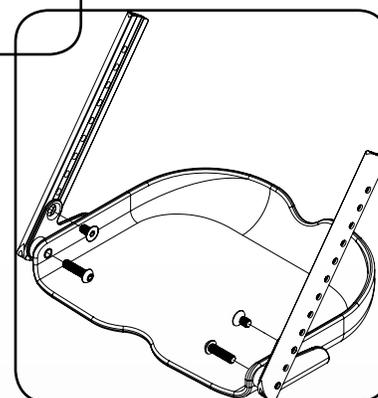

Figure 17
4. Réinstallez les boulons à une position plus basse sur l'extension comme décrit à la figure 17.